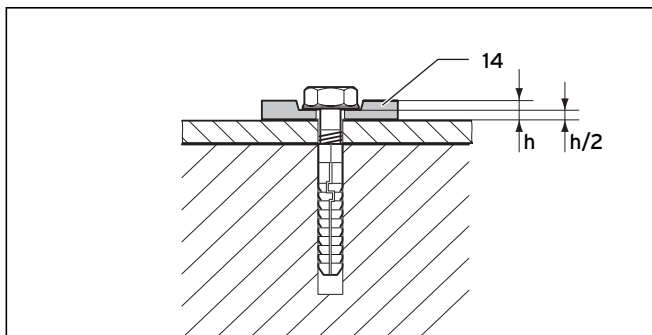

Рис. 6.47 Крепление гибкими подкладными шайбами
Обязательно используйте четыре гибких подкладных шайбы (14), чтобы можно было сбалансировать расширение материала. Спрессуйте подкладные шайбы на 50%, см. рис. 6.47.